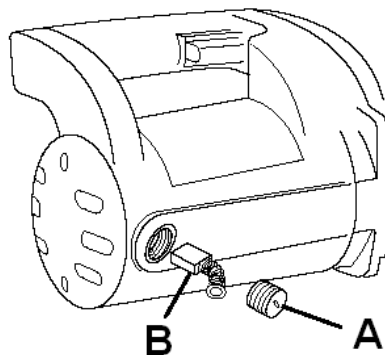

Fig 11
-Enlevez les protecteurs (A, Fig 11).